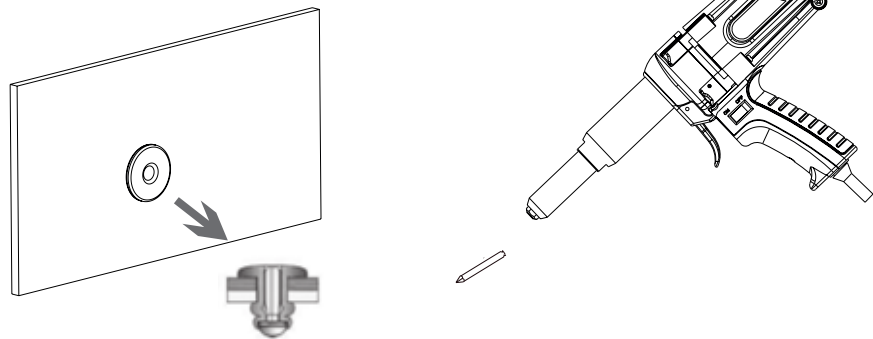

Abb.6
- d) Nach dem Lösen des Pistolenauszugs wird der Niet zusammengezogen und der Nietschaft abgerissen, der aus dem Pistolenauslauf freigesetzt wird, siehe Schritt 4, Abb. 6.